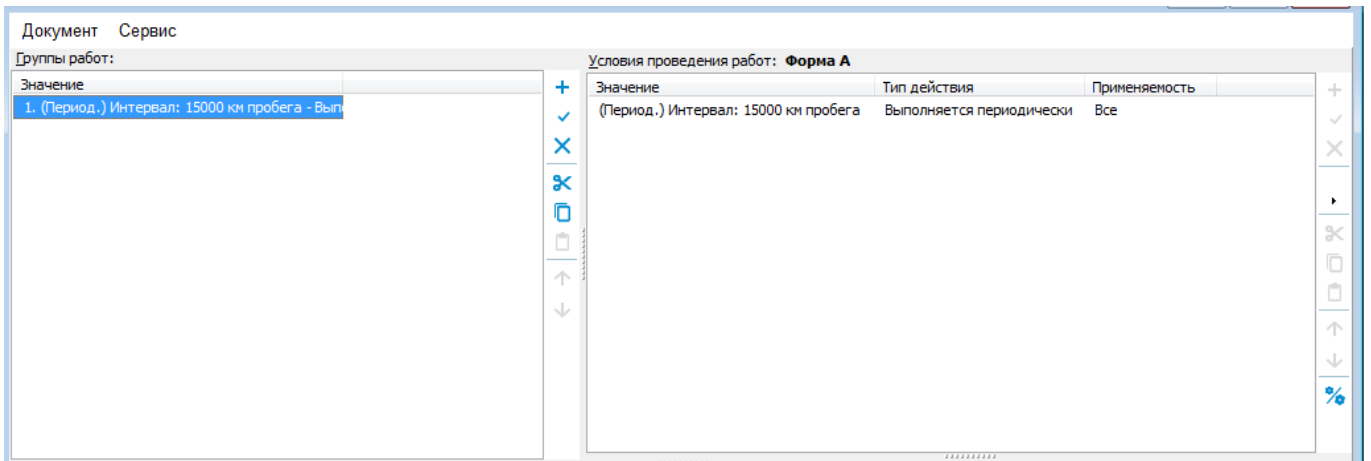

Рисунок 793
- 3) Выберите из списка название формы. В рассматриваемом примере имеется форма с названием «Форма А». После выбора формы в окне **Условия проведения работ** появится вид работ и условие проведения работ (рисунок 793).